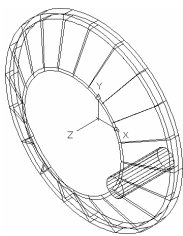

图 6-2-9 绘制圆柱体
(17) 删除处理。单击“修改”工具栏中的“删除”按钮, 根据命令行的提示进行操作, 将矩形进行删除处理。
(18) 绘制圆柱体。在命令行中输入 CYLINDER 命令并按回车键, 根据命令行的提示进行操作, 以 (8,0,0) 为圆柱体底面的中心点, 绘制半径为 1, 高度为 6 的圆柱体, 结果如图 6-2-9 所示。